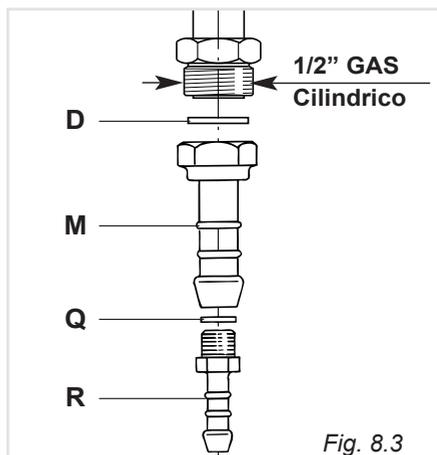

Fig. 8.3
Il gruppo di raccordo (fig. 8.3) si compone di:
- Montare il raccordo portagomma "M" interponendo la guarnizione di tenuta "D" (fig. 8.3).
- Montare sul portagomma "M" la riduzione "R" con interposta la guarnizione "Q" (fig. 8.3).
Per effettuare il collegamento gas è necessario togliere il portagomma "M" (fig.8.3)